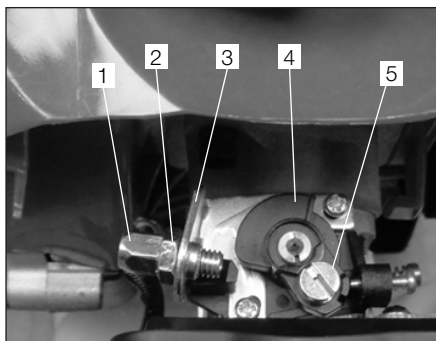

Рис. 4 Крепление для троса газа
4. Проверьте на карбюраторе Вашего двигателя наличие кронштейна 3 и регулировочного винта 1 для установки троса газа (Рис. 4).
карбюраторе Вашего двигателя до упора, как показано на Рис. 4.